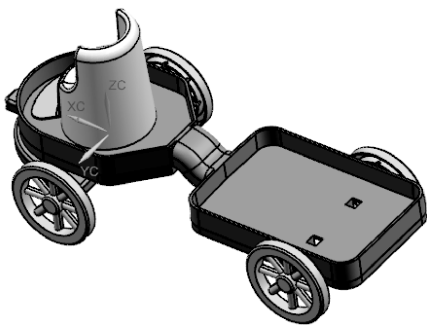

图 7-21 打开源文件
- 01 打开文件【实训操作\源文件\Ch07\7-2\xiaocher.prt】，如图 7-21 所示。